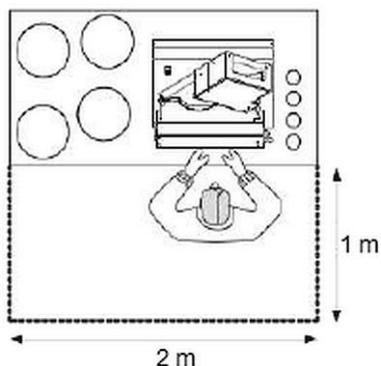

Fig. 5
- Posizionare con cautela l'apparecchio seguendo le istruzioni riportate nella fig. 5 che indica le distanze minime necessarie all'operatore o al tecnico per eseguire correttamente ogni sequenza di lavori e/o di manutenzione.